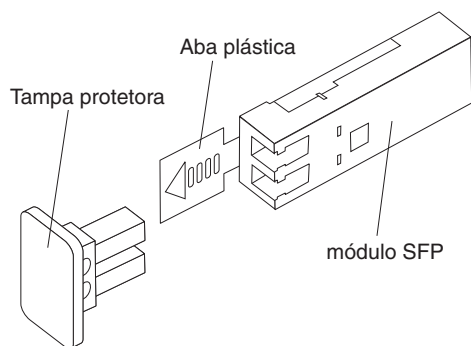

Figura 15. Módulo SFP e Tampa Protetora
2. Remova a tampa protetora do módulo SFP, conforme mostrado na Figura 15. Guarde a capa protetora para utilização futura.
2. Se necessário, remova a tampa protetora do módulo SFP, como mostra a Figura 15 na página 30. Guarde a capa protetora para utilização futura.